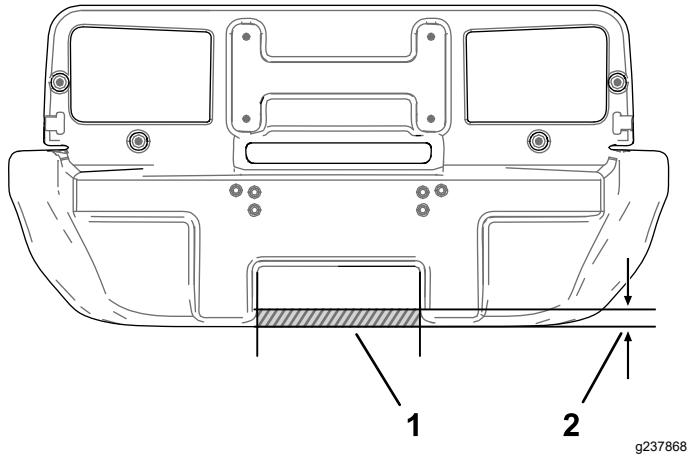

Рисунок 60
1. На задней стороне бампера отмерьте 25,4 мм от нижней части бампера в утопленной средней области, как показано на Рисунок 60.